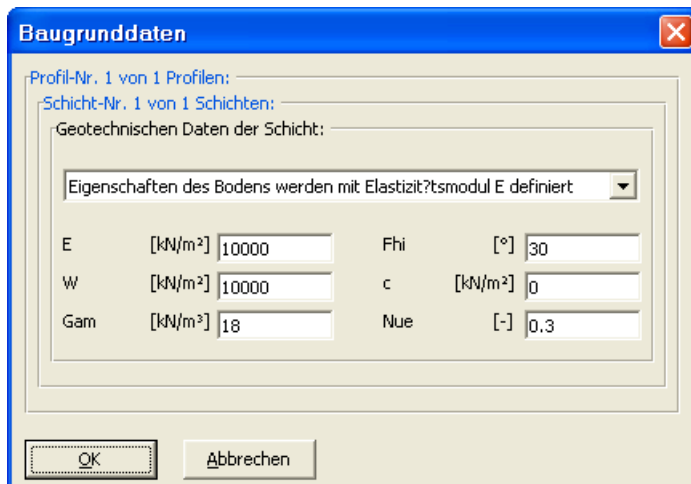

Bild 11-23 Dialoggruppenfeld "Geotechnische Daten der Schicht"
- Doppelklicken Sie auf geotechnische Daten der Schicht. Das Dialogfeld (Bild 11-23) erscheint, um die geotechnischen Daten der Schicht zu modifizieren
- Im Dialoggruppenfeld "Geotechnische Daten der Schicht" im Bild 11-23 definieren Sie die geotechnischen Daten der Bodenschicht wie folgt: